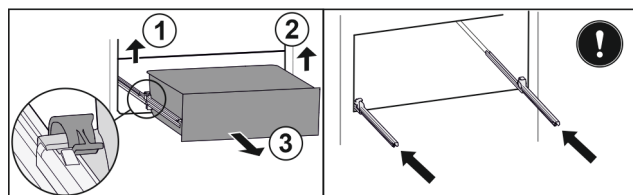

Fig. 132
- Zvedněte levou svorku a současně vytáhněte zásuvku vlevo dopředu. Fig. 132 (1)
- Zvedněte pravou svorku a současně vytáhněte zásuvku vpravo dopředu. Fig. 132 (2)
- Vyjměte zásuvku dopředu. Fig. 132 (3)